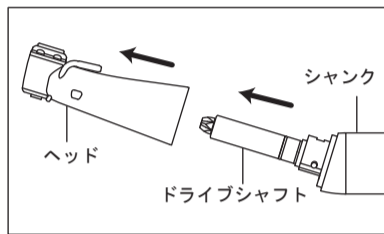

図8
- 4) ヘッドをシャフトから引き抜きます。(図8)
- 5) ドライブシャフトをシャフトから引き抜きます。(図8)